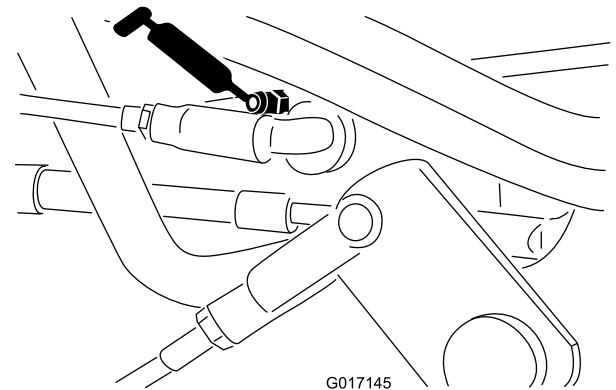

**Figura 45**
- Acoplamiento del selector de velocidad (Figura 45 y Figura 46)